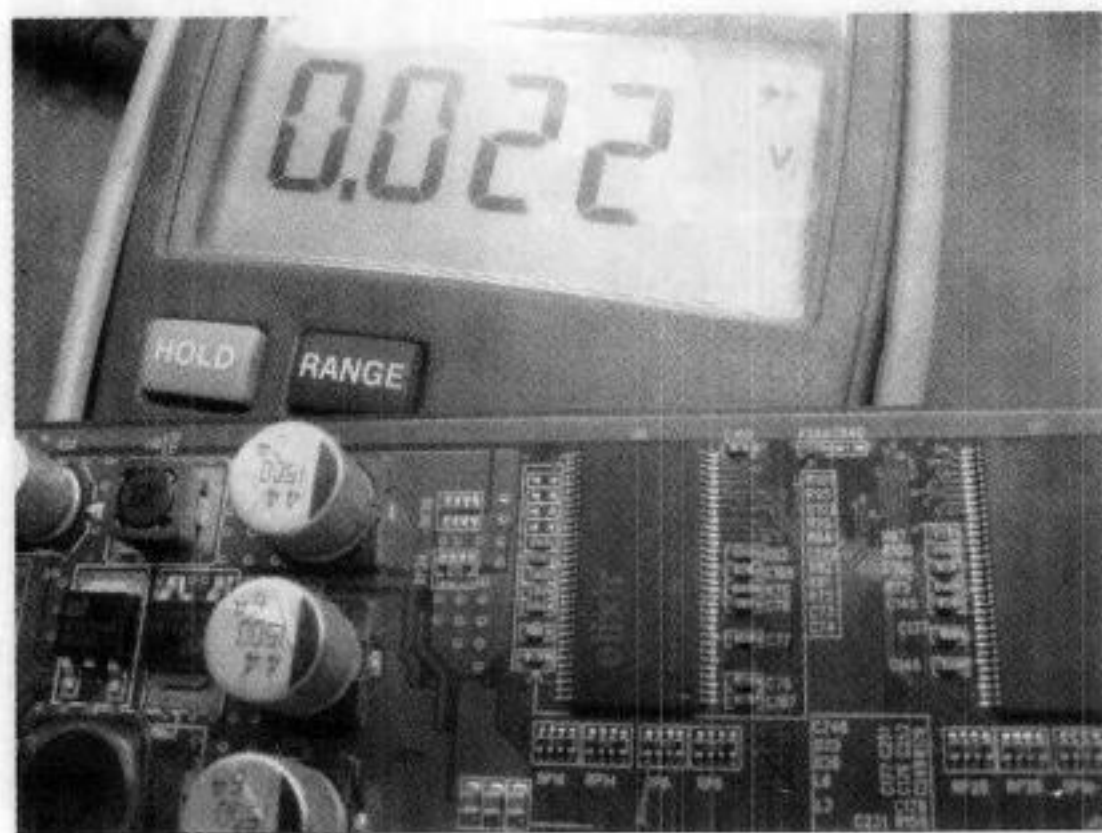

图 5-58 值小短路
(5) 打到有一处为 22，说明有短路，如图 5-58 所示。